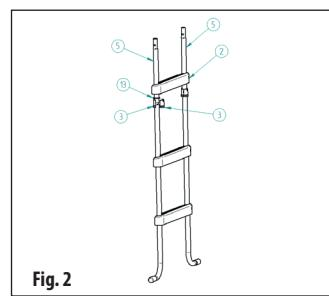

Fig. 2
Prendere il rinforzo delle scale (9) e avvitarlo agli inserti (8) o alle sezioni inferiori curve delle gambe (6 e 7) montate durante il passaggio 1. Montare il rinforzo dal lato della piattaforma utilizzando 2 viti (10) e i due dadi chiusi (12). Montare i dadi dal lato della piattaforma (1). (**fig. 2**).
NOTA: procedere dalla sezione inferiore delle gambe verso l'alto. Assicurarsi che i gradini siano orientati analogamente rispetto alle gambe. Dopo il montaggio, non sarà più possibile smontare i gradini senza danneggiarli. Le gambe sono simmetriche, devono tuttavia allontanarsi l'una dall'altra (**fig. 2**) nella parte inferiore curva.
Collocare il manicotto a due pezzi [3] sulla gamba [5] nel punto della rientranza (**fig. 2**) e fissare con un anello di gomma [13]. Spingere il gradino sui manicotti dall'alto [2], fino a quando i blocchi dei manicotti si agganciano dietro il bordo superiore del foro del gradino.